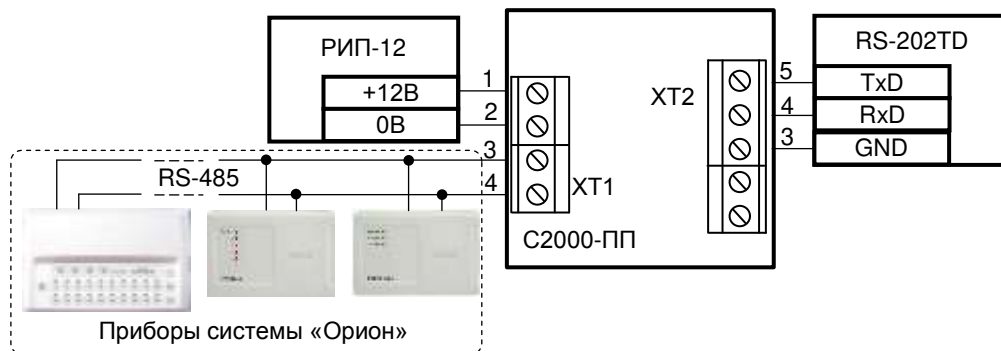

Рисунок 8. Подключение передатчика RS-202TD к преобразователю «C2000-ПП»
4.2.3 Если преобразователь используется для передачи событий в протоколе Ademco Contact ID на радиопередатчик «Риф Стринг RS-202TD» по интерфейсу RS-232, подключите цепи передатчика к клеммам XT2.3, XT2.4, XT2.5 в соответствии с рис. 8.